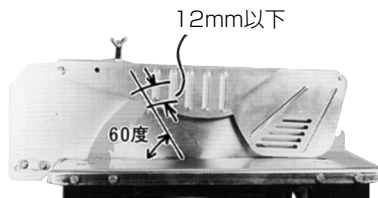

図 7-2
- ソーガードを調整しても、のこ刃との間隔が 12mm 以下に調整できないのこ刃を使用したり、丸のこ本体の切込みを浅くして使用したりしないでください。けがの原因になります。(図 7-2)
外径が小さいのこ刃を使う場合はのこ刃とソーガードとの間隔が大きくなり(図 7-2)、ソーガードとしての働きがなくなりますから、間隔を調整してください。